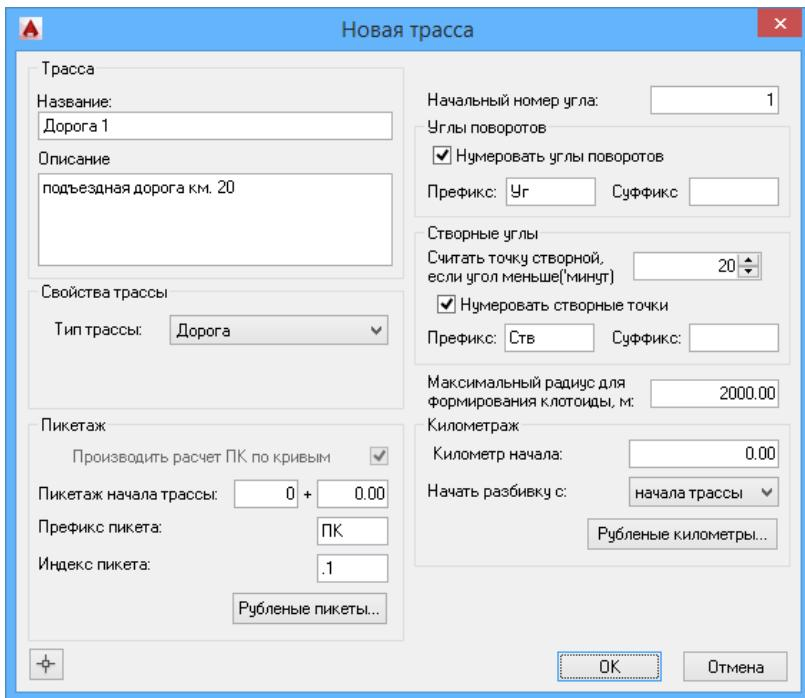

Рис. 24 Диалоговое окно создания трассы дороги.
- В диалоговом окне *Новая трасса* (см. рис. 24) установить тип трассы *Дорога*.